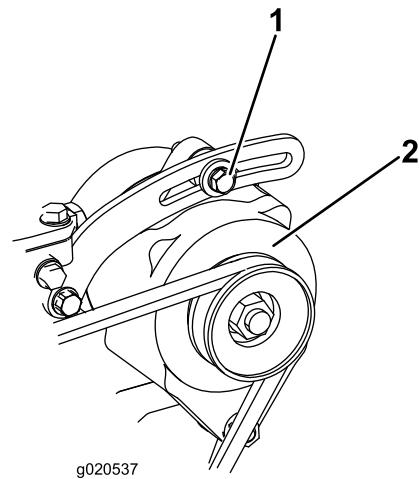

Figure 64
1. Si vous n'obtenez pas une flèche de 10 mm, desserrez les boulons de fixation de l'alternateur (Figure 64).